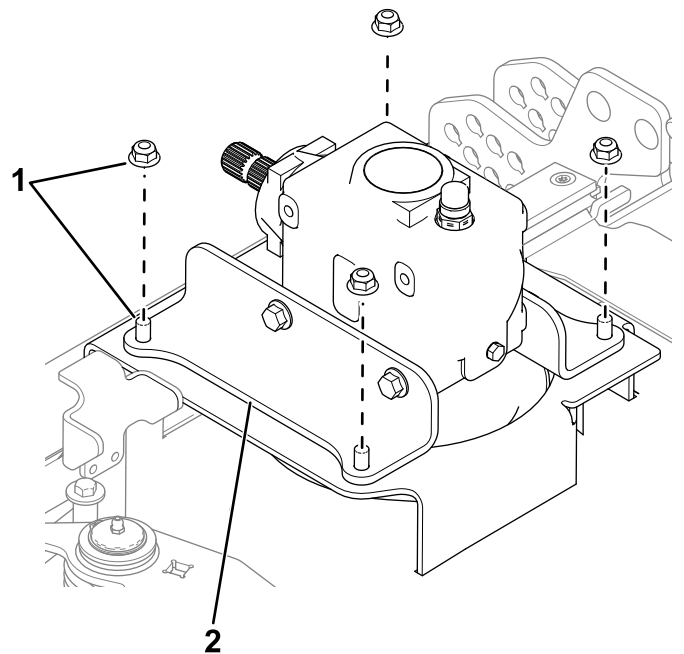

Figura 2
1. Retire los 4 juegos de fijaciones que sujetan el soporte de la caja de engranajes a la unidad de corte (Figura 2).